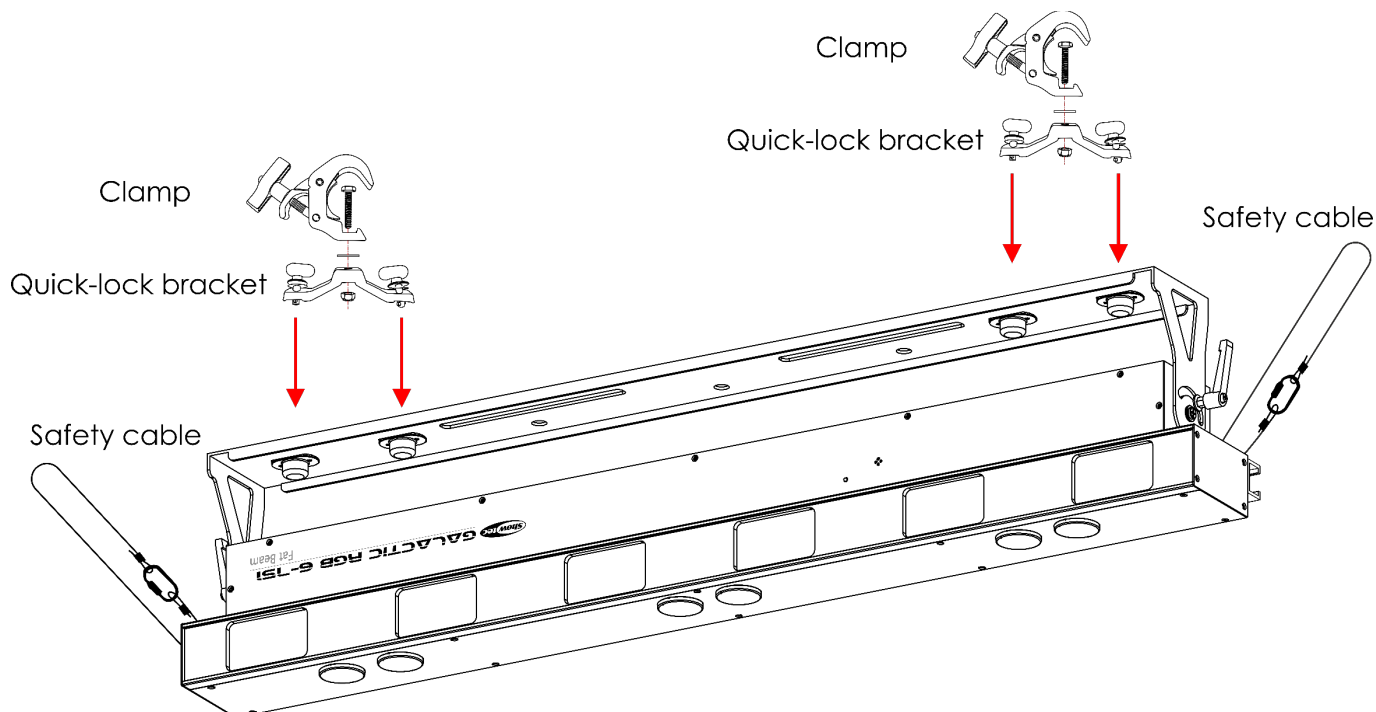

Fig. 08
- 01) Per fissare il dispositivo alla struttura di supporto, utilizzare le staffe a bloccaggio rapido, come mostrato nella Fig. 08. Assicurarsi che il dispositivo non possa muoversi liberamente.
- 02) Assicurare il dispositivo con una sospensione secondaria, ad esempio un cavo di sicurezza. Assicurarsi che la sospensione secondaria sia in grado di sostenere 10 volte il peso del dispositivo. Se possibile, la sospensione secondaria deve essere collegata a una struttura di supporto indipendente dalla sospensione primaria. Far passare il cavo di sicurezza attraverso entrambi gli **occhielli di sicurezza (04)**, come mostrato nella Fig. 08.